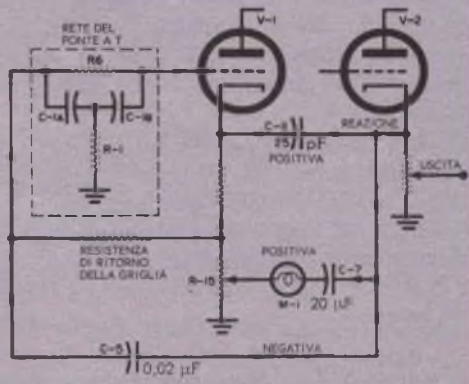

Fig. 3 - Il circuito di Sulzer usa la reazione positiva ed un circuito di reazione negativa che risulta annullato per una data frequenza.
**Circuiti di reazione distinti** - Se il circuito di *fig. 2* viene ridotto ai soli suoi elementi di reazione, esso diviene quello di *fig. 3*. Ora che noi abbiamo tolto tutti gli elementi ausiliari del circuito, saltano fuori non meno di *tre* circuiti di reazione distinti (e precisamente uno negativo e due positivi, tutti aventi origine dal catodo di V2 (il tubo di potenza 6CL6). I due circuiti di reazione positiva distinti (che sono gli unici responsabili dell'oscillazione) terminano entrambi sul catodo di V1 (la valvola 6CB6) percorrendo due vie distinte.
Nel circuito di *fig. 2* i componenti del ponte a T C1A e C1B sono le due sezioni di un condensatore variabile doppio; le resistenze R1 e R6 di *fig. 3* sono diventate ora, nell'apparecchio completo, due gruppi di resistenze. Come nel ponte di Wien, le coppie di resistenze sono commutate da un commutatore a due sezioni (S1) e vengono usate per stabilire ogni gamma di frequenze (generalmente multiple di 20 o 200), mentre la regolazione del condensatore variabile permette di selezionare la particolare frequenza di funzionamento.